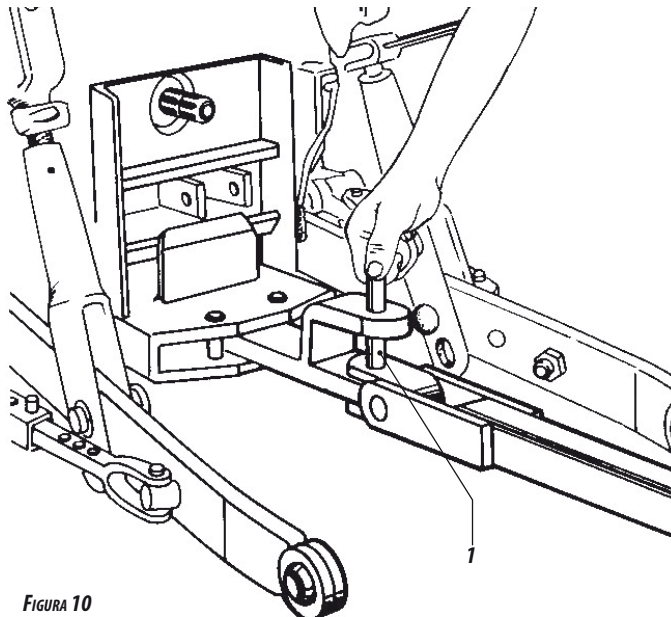

FIGURA 10
- Para enganchar la rastra en la barra de tracción del tractor, debese observar el alineamiento de los mismos, regular la altura exacta en el enganche de la rastra y usar el perno "L" de enganche (1) **figura 10**.